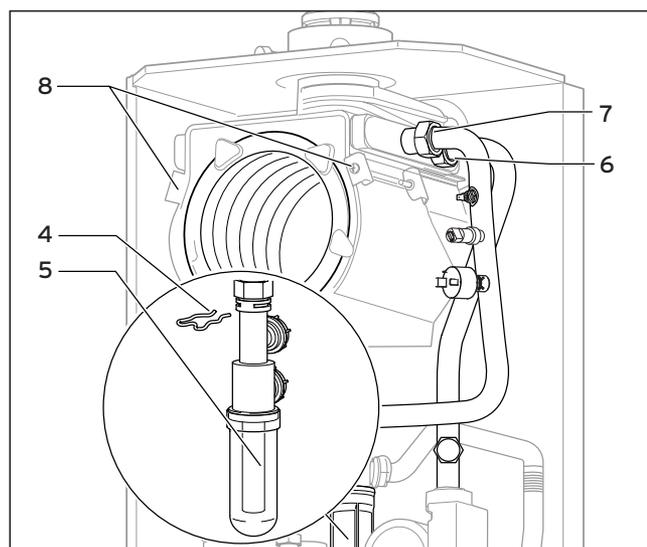

Abb. 8.7 Integral-Kondensations-Wärmetauscher austauschen
- Ziehen Sie die Klammer (4, Abb. 8.7) am Siphon (5, Abb. 8.7) heraus, lösen Sie die Verschraubungen am Siphon und ziehen Sie den Siphon vom Integral-Kondensations-Wärmetauscher ab.
- Lösen Sie den Vorlaufanschluss (7, Abb. 8.7) sowie den Rücklaufanschluss (6, Abb. 8.7) am Integral-Kondensations-Wärmetauscher.
- Lösen Sie die drei Schrauben (8, Abb. 8.7) am Integral-Kondensations-Wärmetauscher, und nehmen Sie den Integral-Kondensations-Wärmetauscher aus dem Gerät heraus.